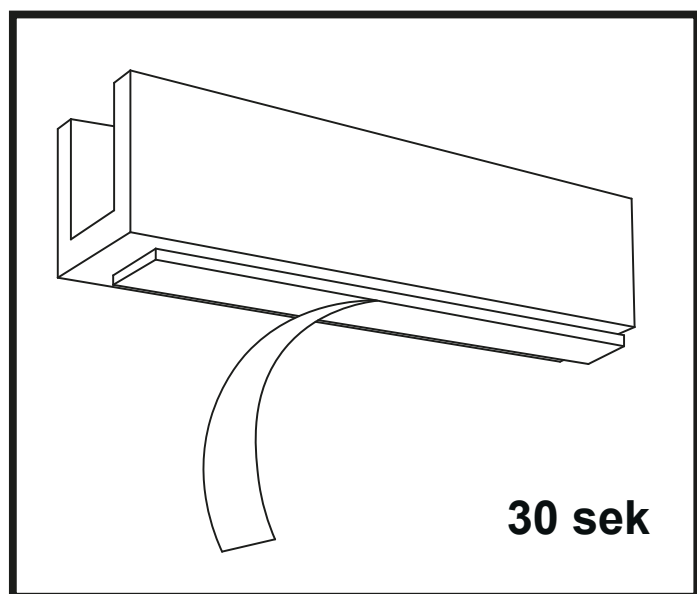

Abbildung 12
27. Entfernen Sie die Abdeckung vom doppelseitigen Klebeband auf der Leiste und legen Sie die Leiste an der markierten Stelle auf den Boden. Drücken Sie die Leiste fest an und halten Sie den Druck etwa 30 Sekunden lang aufrecht. (Abbildung 12)